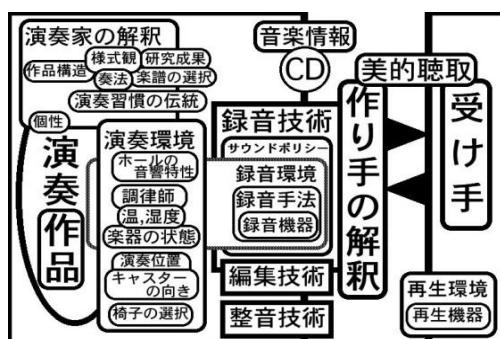

図1 藝術音樂の錄音・再生での音樂情報
藝術音樂のCD等、錄音物において、「作り手」の錄音制作と「受け手」である演奏家、一般聴衆の間に、その音質及び音のバランスに対する価値基準に乖離が生じている（図1）。明星大学藝術音樂錄音研究会では、錄音技術のあり方、音楽表現の可能性について研究を行ってきた注1)。優れた演奏家の紹介を兼ねて、実際のもの作りとしてのCD制作を始め、産学連携を通して現在までに4枚のCDを企画、制作、販売を行ってきた注2)ので、その一端を紹介する。
- 参加した演奏家は、ステージにおける演奏調整及び錄音を聞くことにより、演奏を客観的に捉える機会となり、今後の演奏活動に大変役立ち、新たな視野を獲得できた（図1）。
- 錄音エンジニアは、暖めていたアイディア、錄音環境及び錄音技法が音楽表現に及ぼす影響について、確認する機会となった（図1）。